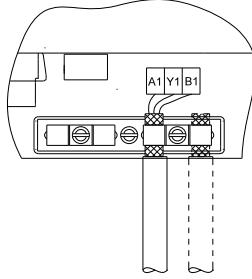

图 9 用电缆夹固定屏蔽层
- 对于 GENIbus 采用屏蔽电缆。在端子A1、Y1和B1前方连接CU 3X2的屏蔽层和电缆夹。见图9。CIM 模块也需要采用屏蔽电缆。